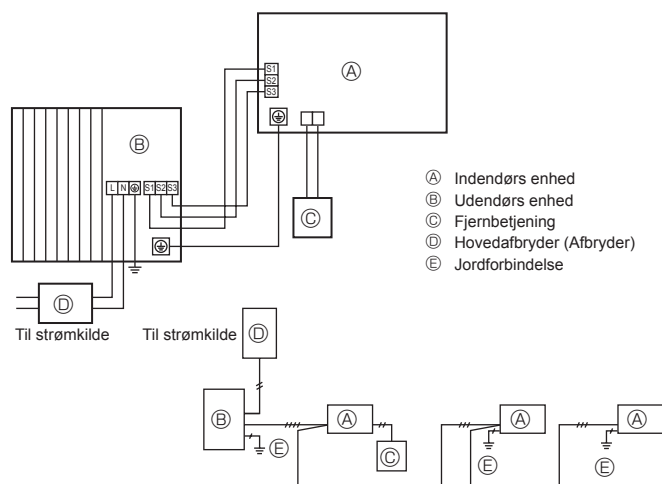
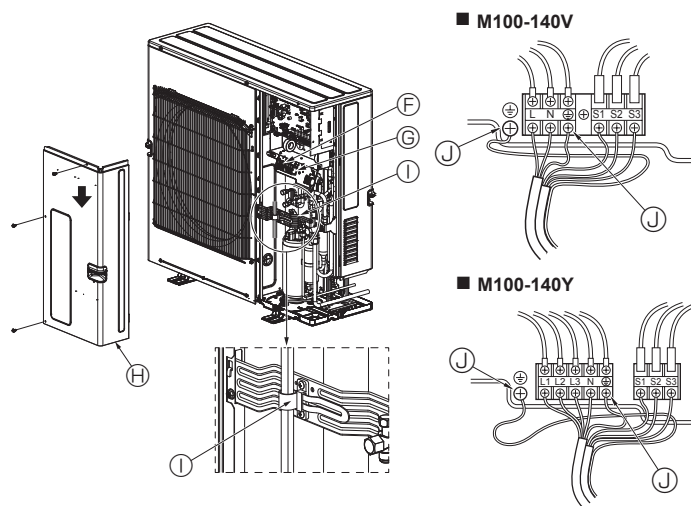

Fig. 6-1
Fig. 6-2
6.1. Udendørs enhed (Fig. 6-1, Fig. 6-2)
- 2 Før kablerne som angivet i Fig. 6-1 og Fig. 6-2.